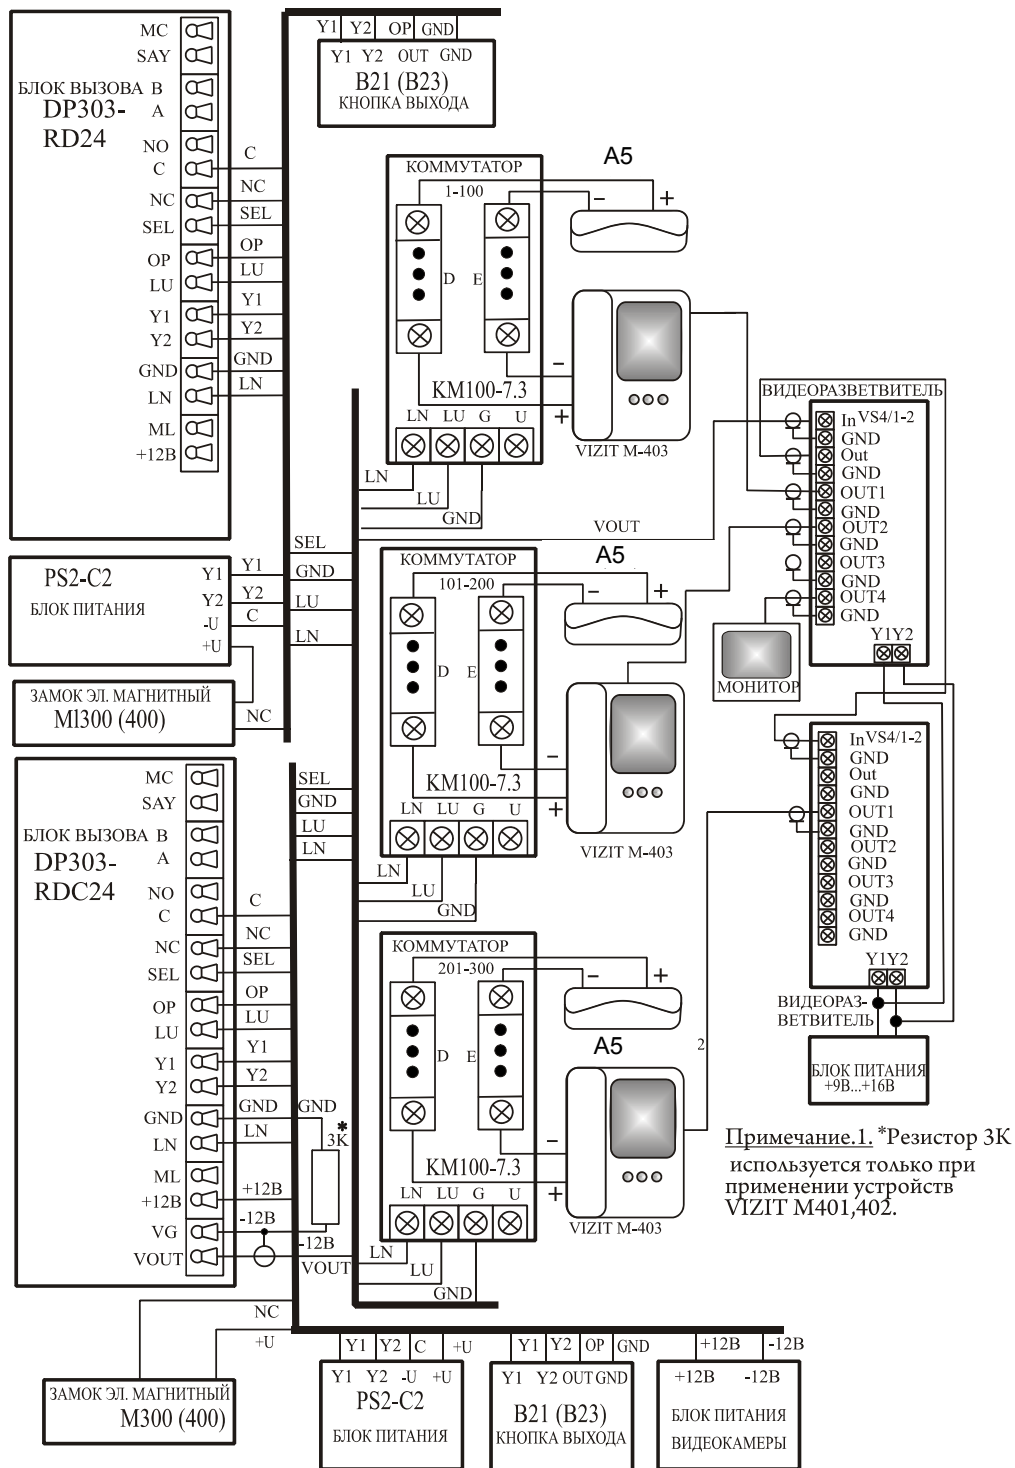

Рис.3 Пример схемы подключения DP303-RDC24 в составе домофонного комплекса.
- "занято" – показывает, что разговорная линия занята другим блоком вызова, параллельно подключенному к данному блоку вызова (см.рис. 3)
Блок вызова соединяется с остальными блоками системы согласно приведенной монтажной схеме (рис.3).
Для подключения БВ с видеокамерой необходимо использовать дополнительный блок питания видеокамеры стабилизированным напряжением 12 В и током не менее 150 мА (например БП1-А). Выходной видеосигнал подается на вход видеоразветвителя или монитор по коаксиальному кабелю волновым сопротивлением 75 Ом. Схема подключения DP303-RDC24 представлена на рис. 3.
Блок питания подключается к замку и блоку вызова согласно приведенной монтажной схеме (рис.3). Блок питания и коммутатор имеет специальные клеммные колодки для подключения проводов с соответствующими обозначениями. Для подключения блока питания к сети 220 В **обязательно(!)** должна быть установлена розетка.
С абонентскими пультами коммутатор соединяется согласно приведенной монтажной схеме (рис.3) по двум десятипроводным шинам, проложенным в стояке
Пульт подключается к соответствующим проводам (клемма «+» пульта к шине десятков D0..D9 коммутатора, клемма «-» к шине единиц E0..E9 коммутатора). Схема соединений блоков комплекса приведена на рис.3.
Электромагнитный замок подключается к блоку питания и к блоку вызова согласно схеме на рис.3. Цепи коммутации электромагнитного замка в блоке вызова содержат схему размагничивания. При подключении следует соблюдать полярность напряжения, указанную на схеме, во избежание выхода из строя блока вызова.